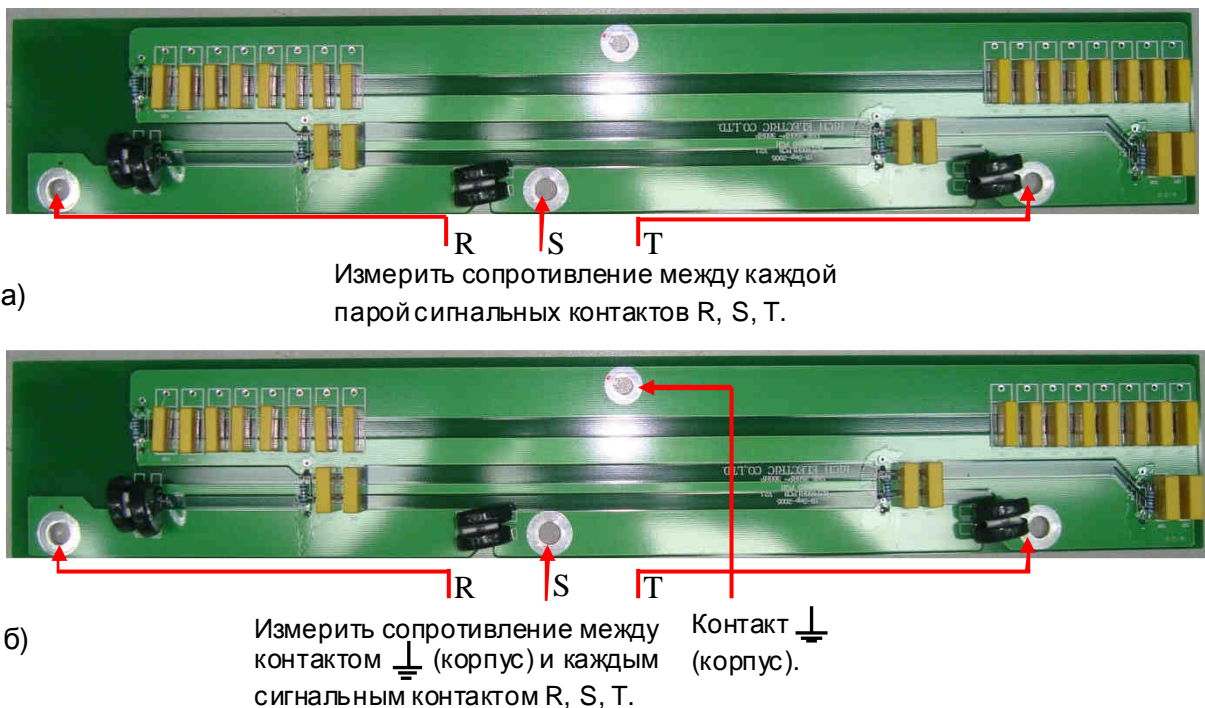

Рис. 4.24. Диагностика платы варисторов
- подключить щупы мультиметра и измерить сопротивление между каждой парой сигнальных контактов R, S, T платы варисторов, согласно рис. 4.24а. Показания прибора должны соответствовать обрыву цепи;
- подключить щупы мультиметра и измерить сопротивление между контактом \perp (корпус) и каждым сигнальным контактом R, S, T платы варисторов, согласно рис. 4.24б. Показания прибора должны соответствовать обрыву цепи.